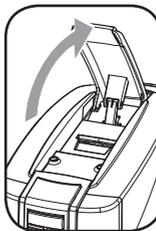

Abb. 1
- 8- Den Hebel für die Öffnung des Kapselfachs nach oben führen (**Abb.1**).